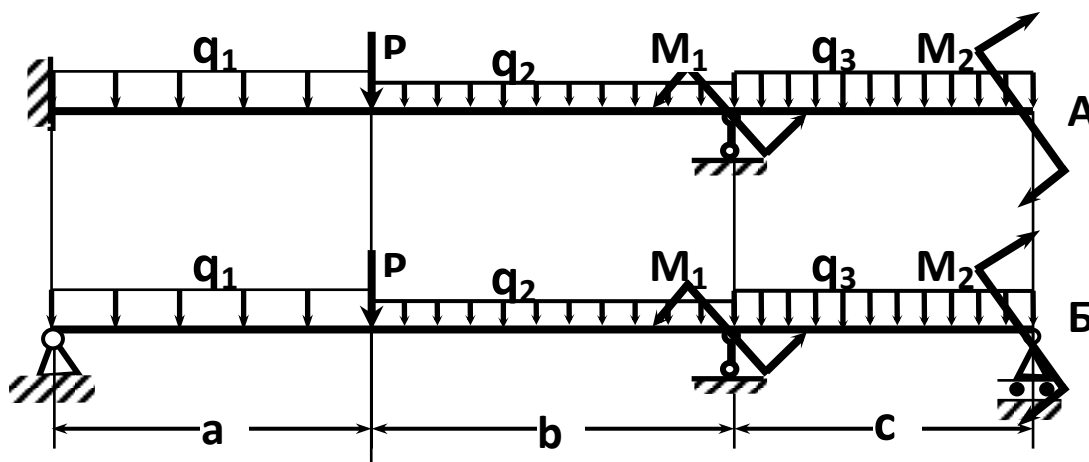

Рис.11
- 1) определить реакции опор в балке (рис. 11А), используя для раскрытия статической неопределимости уравнение изогнутой оси;
- 3) определить реакции опор в балке (рис.11Б), используя для раскрытия статической неопределимости формулу Максвелла-Мора;